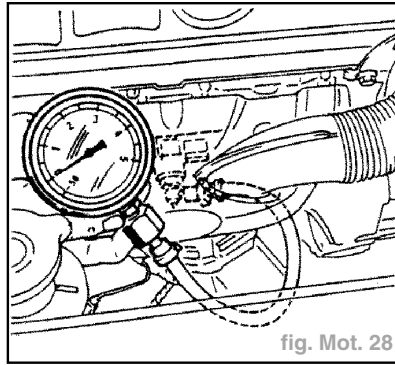

fig. Mot. 28
- Monter à la place du manocontact le manomètre et son flexible (fig. Mot. 28).